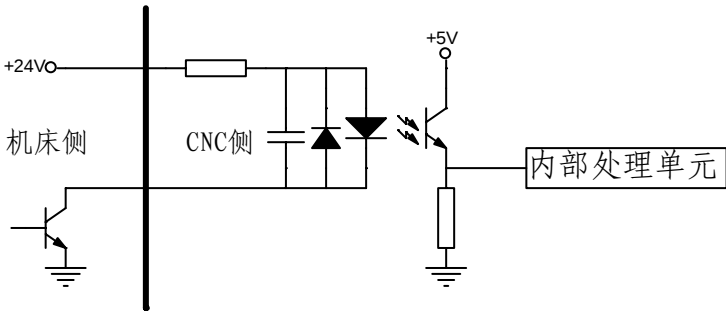

图 4.10 用 NPN 传感器的连接
a) 用一个 NPN 型传感器既做减速信号又做零点信号时的连接方法如下图 4.10 所示：